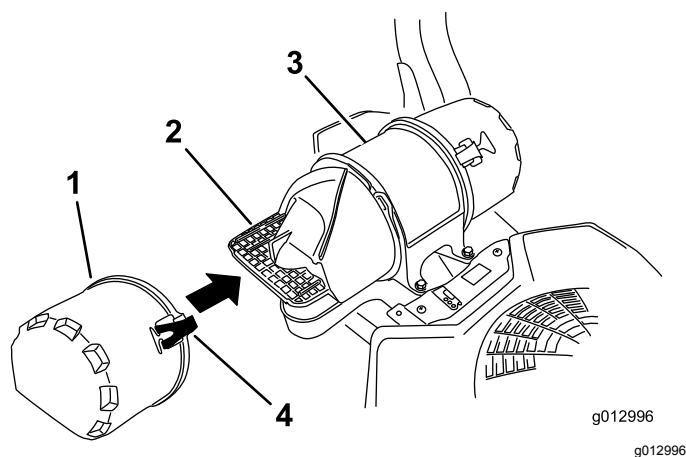

Figure 40
3. Ouvrez les dispositifs de verrouillage du filtre à air et séparez le couvercle d'entrée d'air du boîtier du filtre (Figure 40).
5. Reposez le couvercle d'entrée d'air et fixez-le avec les verrous (Figure 40).